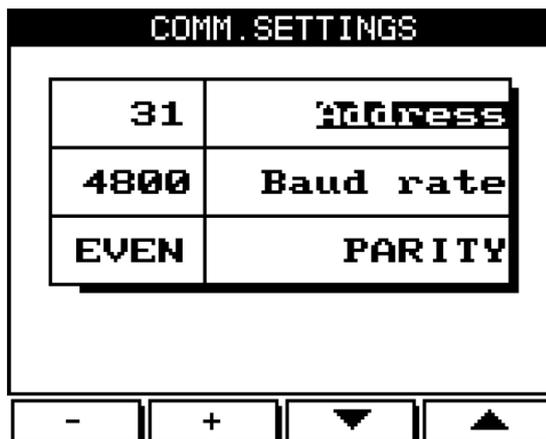

Рис. 9.3
2. Выберите пункт **Serial Comm** и нажмите «Enter». На дисплее отобразится экран настройки параметров соединения (рис. 9.3).